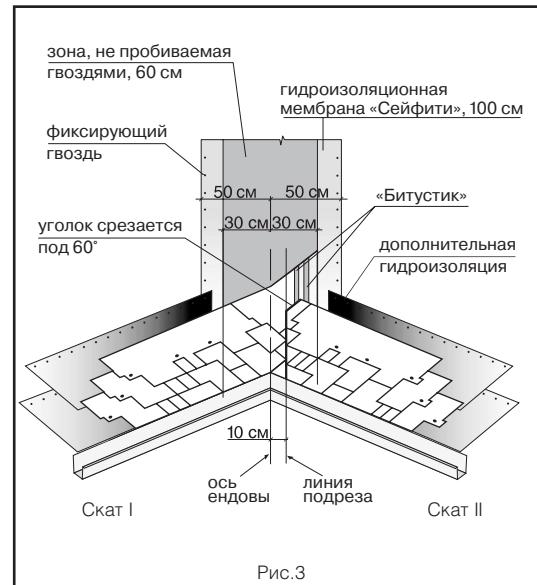

Рис.3
Ендова (рис.3)
- на прилегающем скате (II) вдоль оси ендовой на расстоянии 30 см от нее отбивается линия;
- лист, подходящий к ендовой со ската II, должен доходить до линии подрезки и обрезаться по ней. Верхний уголок обрезанного края листа подрезается под углом 60° (5 x 3 см – рис. 3);